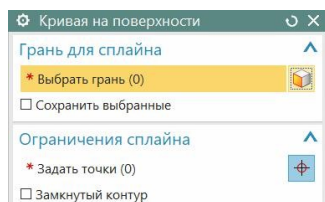
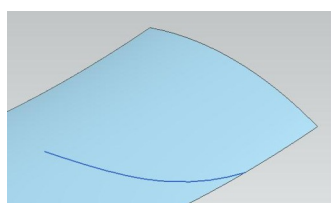

рис.73
рис.74
- Диалоговое окно команды представлено на рис.73. Сначала в этом окне нужно указать саму поверхность. А затем, в поле «**Ограничения сплайна**» следует указать точки на поверхности. Можно просто тыкать курсором в поверхность, и следом система будет строить гладкую кривую (рис.74).